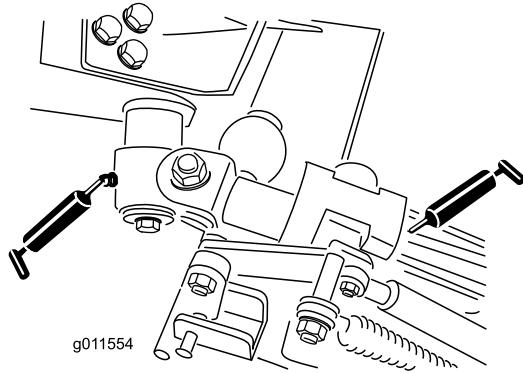

Figura 44
- 2 boccole orientabili della leva a squadra (Figura 44)
- 4 boccole del braccio posteriore (Figura 44).